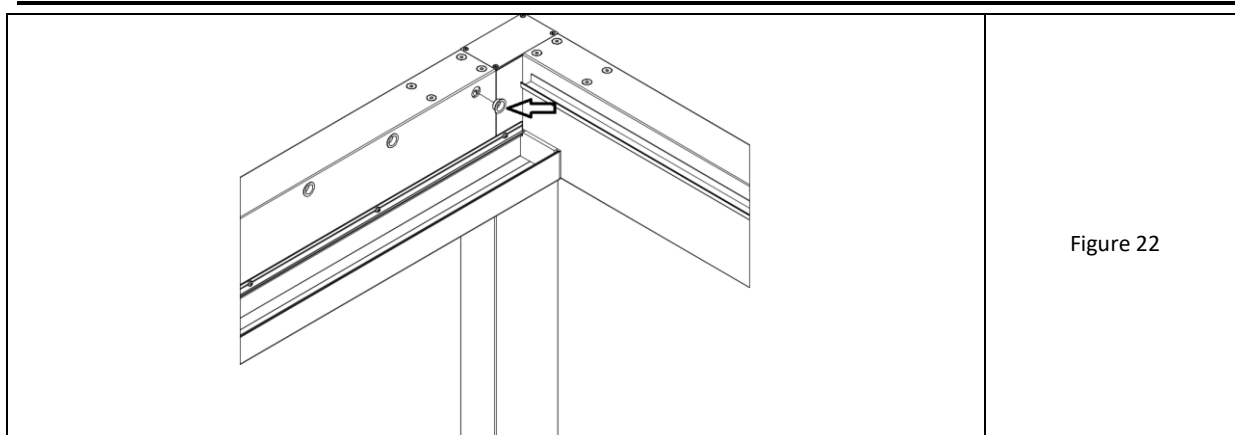

Figure 22
6. Tapez les bagues en plastique (fig. 22) dans les trous extrêmes aux deux extrémités des poutres longitudinales avec un marteau sur la paroi latérale.
1. Enfillez les bagues collectrices extérieures dans les grandes fenêtres des axes de lames sur les poutres longitudinales (fig. 22).